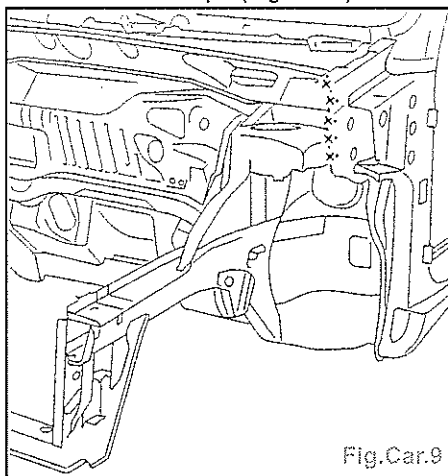

Fig.Car.9
- Retoucher la coupe (Fig.Car.9).